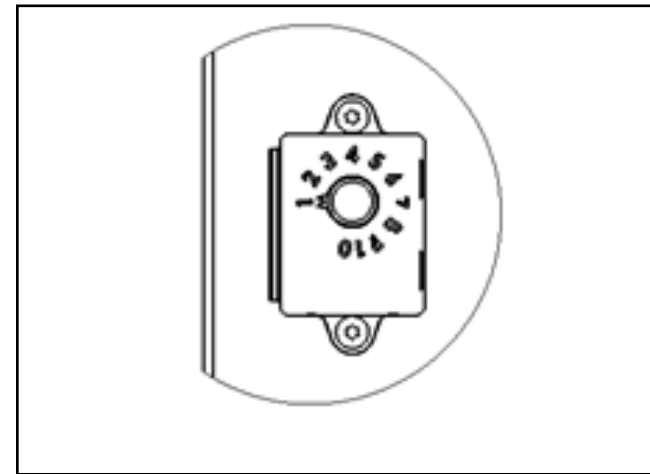

Figure 2.
2. FADC comporte dix réglages, comme indiqué de 1 à 10. (Figure 2)